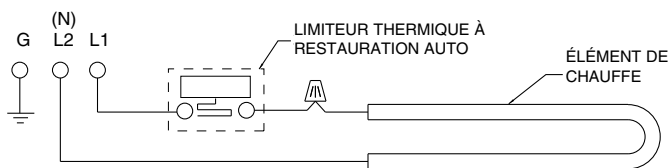

Figure 2 – Schéma de câblage
2. Les procédures de câblage et les connexions doivent être en conformité avec la norme électrique américaine (NEC) et les normes locales. Référez-vous au schéma de câblage du radiateur en Figure 2. Assurez-vous que toutes les connexions électriques sont bien serrées pour éviter une possible surchauffe. N'utilisez que des fils d'alimentation en cuivre.
11. N'enlevez pas et ne contournez pas le(s) contrôle(s) de limite de sécurité car cela pourrait faire du radiateur un risque de départ d'incendie – consultez le schéma de câblage du radiateur fourni avec lui et la Figure 2.
6. Réalisez les connexions voulues en suivant le schéma de câblage (Figure 2).